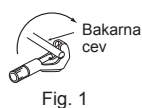

Fig. 1
- Rezačem cevi pravilno odsecite bakarnu cev. (Fig. 1, 2)